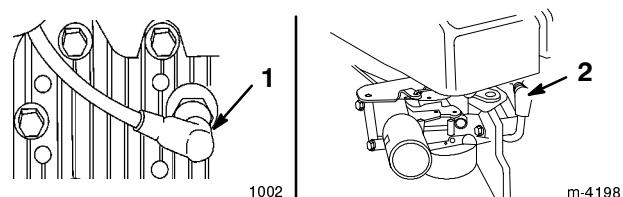

Figure 30
2. Débrancher la bougie (Fig. 30).
- Débrancher la bougie (Fig. 30).
2. Retirer la bougie (Fig. 30).
- Retirer la bougie (Fig. 30) et faire tourner le moteur rapidement à l'aide du lanceur pour chasser l'excès d'huile du cylindre.